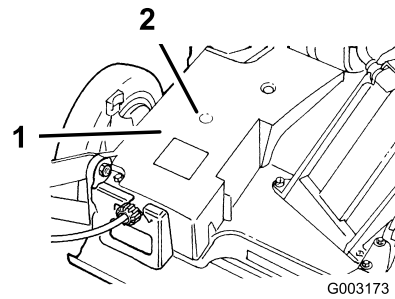

Figura 24
2. Conecte una pistola de engrasar en el punto de engrase a través del hueco de la cubierta de la correa (Figura 24).